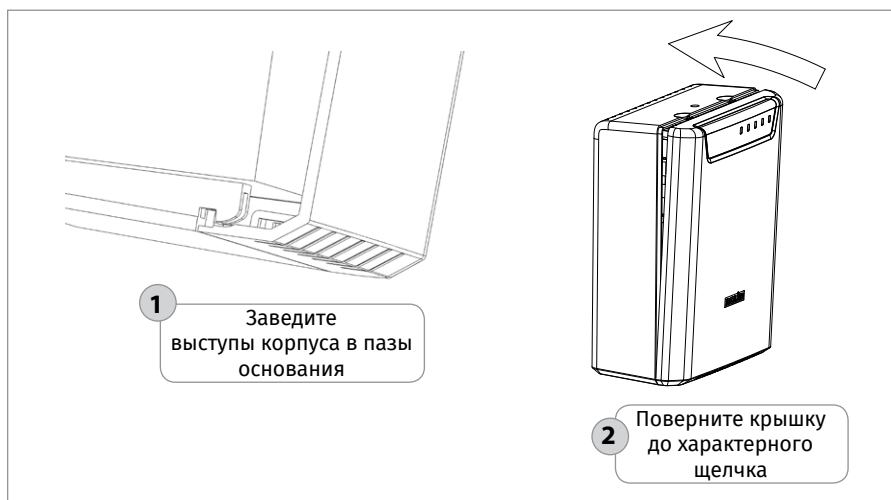

Рисунок 32. Установка крышки
6. Закройте крышку блока (см. Рисунок 32). Для этого заведите зацепы нижней части крышки в пазы на корпусе, затем закройте крышку до щелчка.